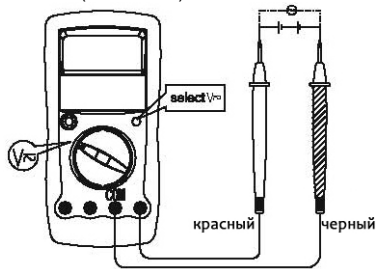

Рис.3.
10.1. Измерение напряжения постоянного и переменного тока (см.Рис.3.)